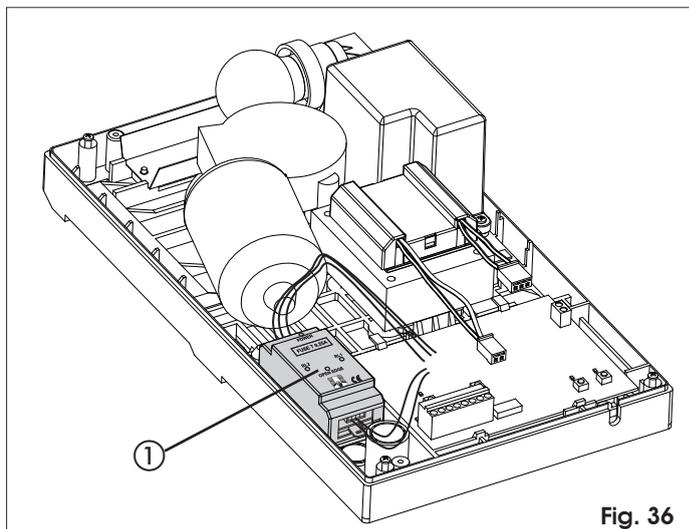

Fig. 36
L'utilisation du bord de sécurité à élément conducteur est facilitée par la possibilité de loger sur l'opérateur la centrale spécifique (Fig. 36 ref ①). Procéder comme suit:
- Loger l'unité de contrôle d'après la Fig. 36.